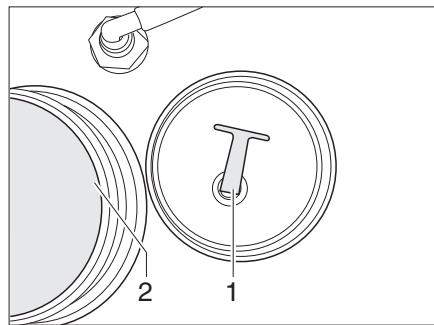

Bild 342 Verschluss-Stopfen
- Den Verschluss-Stopfen (Bild 342,1) aus der Ablassöffnung (Bild 342,2) heraus-schrauben.